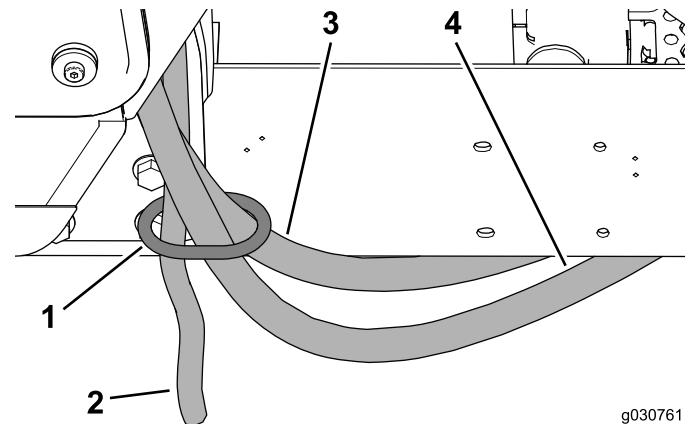

Figure 38
4. Passez les flexibles du chauffage et le flexible de vidange dans l'anneau sur le support arrière de la cabine (Figure 38).